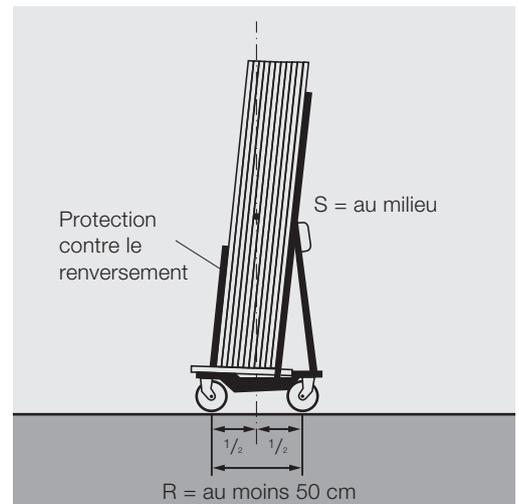

Fig. 2: chariot de transport à quatre roues conforme aux règles de sécurité:
| 5 Le support sur lequel reposent les panneaux est-il disposé de telle sorte que le centre de gravité (S) des panneaux soit toujours situé entre les roues, même lorsque les roues directrices sont tournées? (Fig. 2)                     | <input type="checkbox"/> oui<input type="checkbox"/> non |